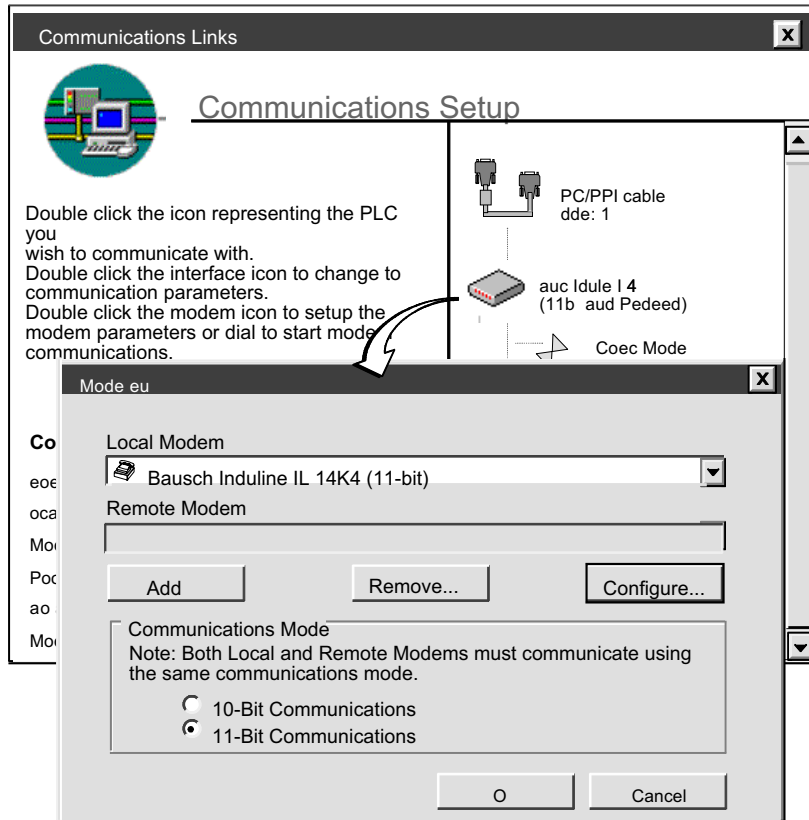

图 7-12 本地调制解调器的设置对话框
8. 双击通讯设置对话框中的第一个调制解调器图标，出现本机调制解调器设置 (Modem Setup) 对话框 (图 7-12)。